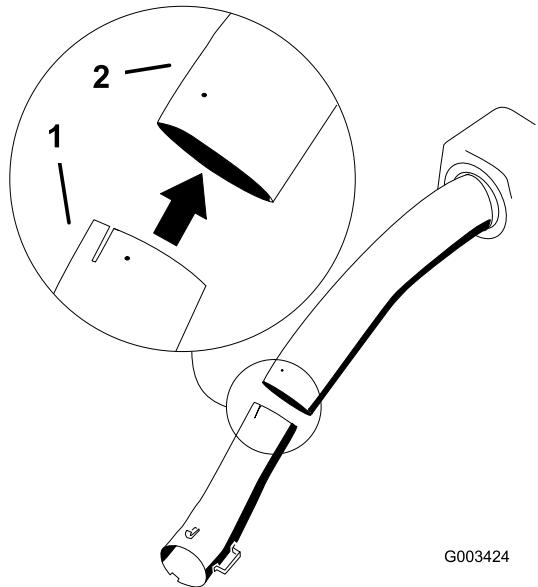

Bild 26
8. Setzen Sie das untere Rohr in das obere Rohr ein (Bild 26).